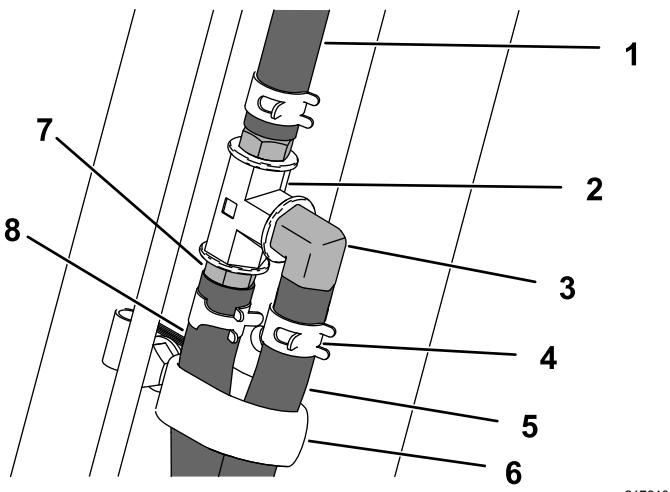

Figura 10
- Enrute la manguera a través de la abrazadera en R grande y conéctela al acoplamiento en T usando un acoplamiento recto y una abrazadera ($\frac{1}{2}$ "), como se muestra en la Figura 10.
10. Enrute la manguera por el soporte pequeño, hacia arriba por la barra antivuelco, a través de la abrazadera en R grande y al acoplamiento en T. Conecte la manguera al acoplamiento en T con un acoplamiento de 90 grados y una abrazadera ($\frac{1}{2}$ "), como se muestra en la Figura 10.
11. Apriete el perno que sujeta la abrazadera en R grande (Figura 10) a 1017 – 1243 N·cm (90 – 110 pulgadas-libra).